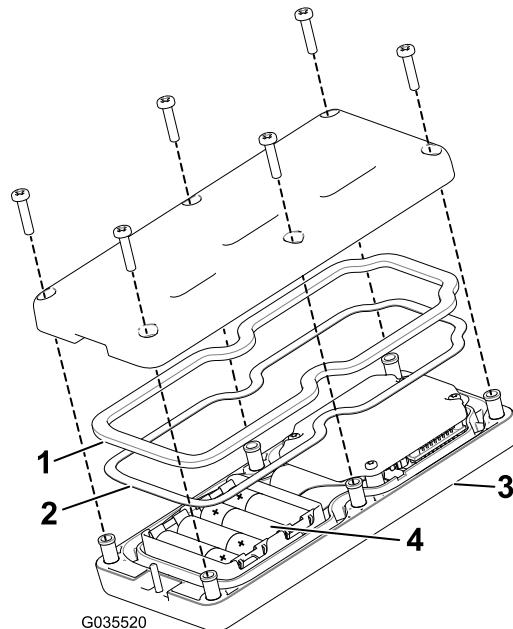

Figura 31
- Retire os seis parafusos da parte posterior do comando remoto e retire a tampa (Figura 31).
- Ligue cada bateria nova no encaixe terminal observando a devida polaridade. (Se as pilhas forem incorretamente instaladas, a unidade não será danificada, mas não funciona.) O encaixe tem gravadas marcas de polaridade em cada terminal (Figura 31).
- Se remover accidentalmente o vedante de borracha e junta de aço, volte a colocá-los, cuidadosamente, no canal no comando remoto (Figura 31).
- Prenda a tampa com os seis parafusos previamente removidos (Figura 31) e aperte-os com uma força de 1,5 a 1,7 N·m.